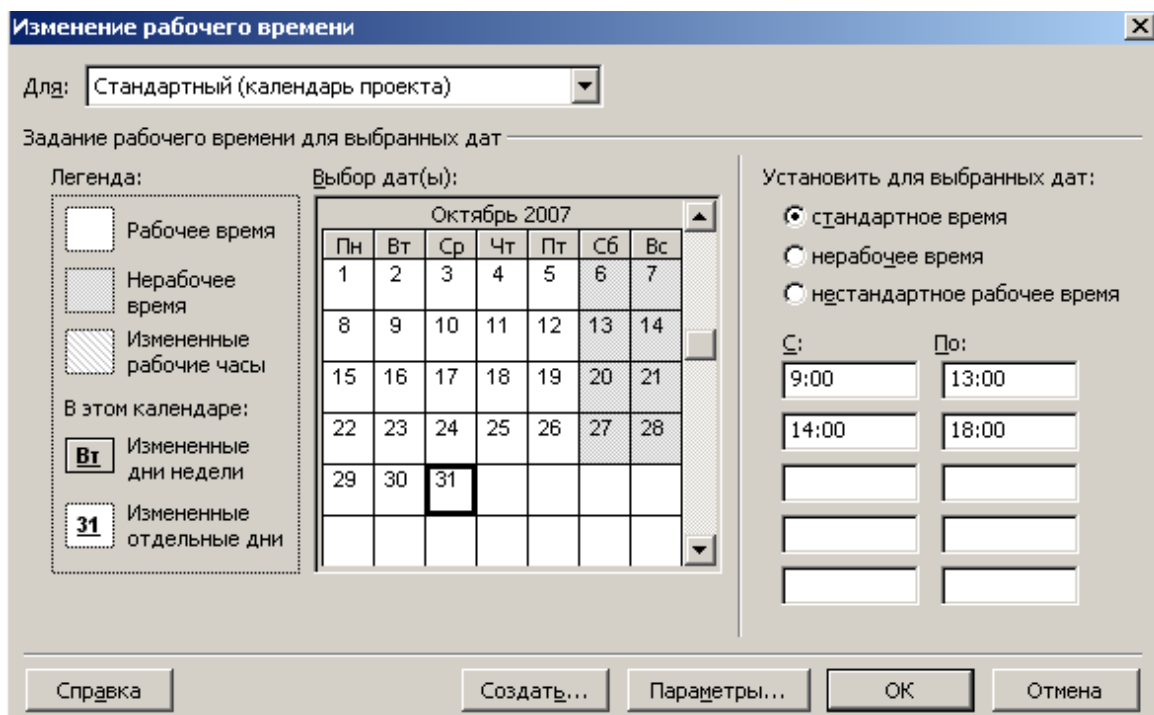

Рис. 5
- Выберите команду меню (Сервис • Изменить рабочее время). На экране появится диалог (Изменение рабочего времени) (рис. 5).